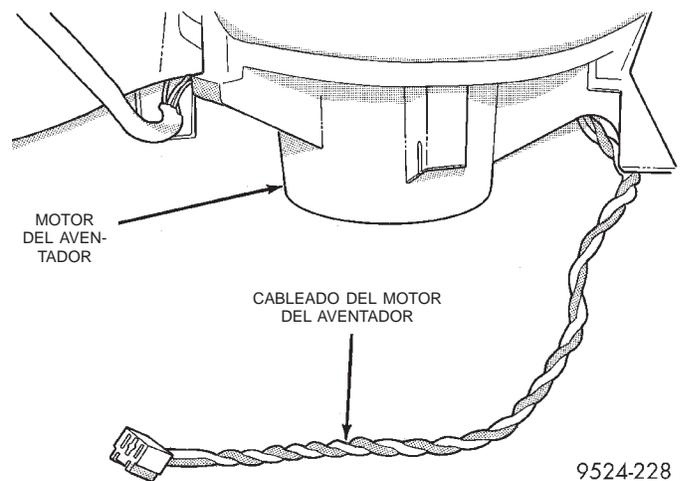

Fig. 82 Cableado del motor del aventador
(11) La compuerta de entrada de aire delantera y su palanca reciben servicio con la caja de recirculación.
(12) Retire el cableado del motor del aventador que se encuentra en el resistor (Fig. 82).